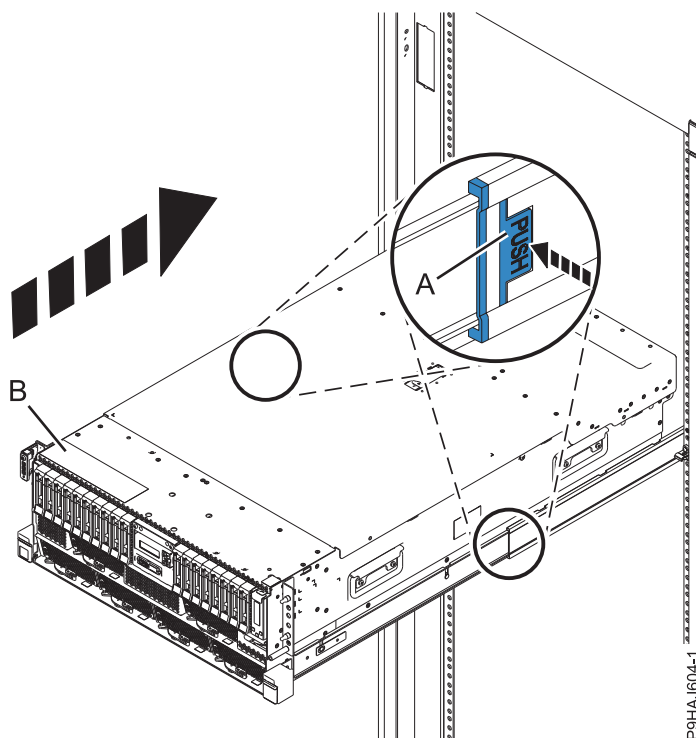

Figura 39. Colocación del sistema en la posición operativa
2. Para un sistema montado en bastidor, desbloquee los pestillos de seguridad de color azul de los rieles (A), tal como se muestra en la Figura 39 en la página 55, presionándolos hacia adentro. Asegúrese de que los brazos portacables se puedan mover libremente. Asegúrese de que los cables de la parte posterior del sistema no queden atrapados ni se enreden al empujar la unidad del sistema a la posición operativa.